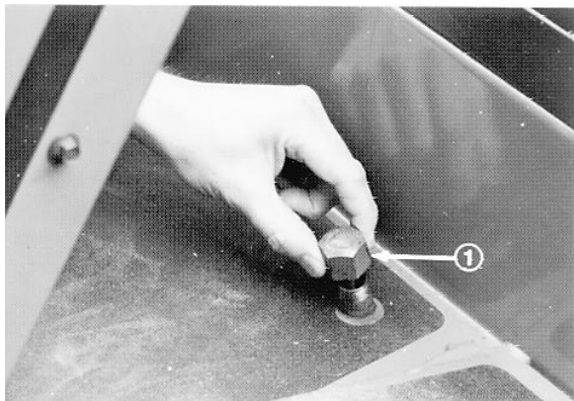

Figure 5
2. Enlever le bouchon-jauge (Fig. 5) du goulot de remplissage et l'essuyer sur un chiffon propre. Visser le bouchon-jauge à la main sur le goulot de remplissage, puis le retirer et vérifier le niveau du liquide. Il doit être à moins de 13 mm du repère de la jauge (Fig. 5); si ce n'est pas le cas, rectifier le niveau avec de l'huile moteur SAE 10W-30 ou de l'huile de transmission automatique, si elle est utilisée, de manière à atteindre le repère. Ne pas trop remplir.